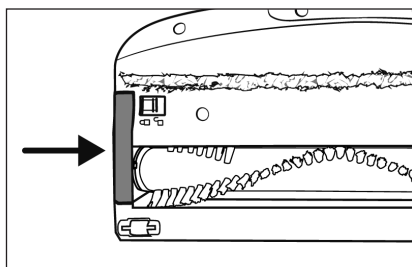

Fig. 27
- 6) Replacez le support de rouleau de brosse 20 dans la brosse de sol 22. Poussez-le vers le bas jusqu'à ce qu'il s'enclenche dans la brosse de sol 22 avec un clic (voir fig. 27).